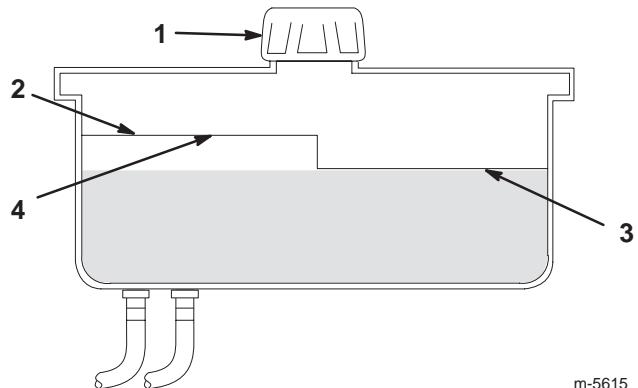

Bild 51
2. Reinigen Sie den Bereich um den Füllstutzen des Hydrauliktanks (Bild 51).
3. Schrauben Sie den Deckel vom Einfüllstutzen ab. Schauen Sie in den Stutzen um sicherzustellen, dass Öl im Tank ist (Bild 51).
Note: Der Füllstand sollte bei warmem Öl die Oberkante der *heißen* Einfüllmarkierung der Zwischenplatte erreichen (Bild 51).